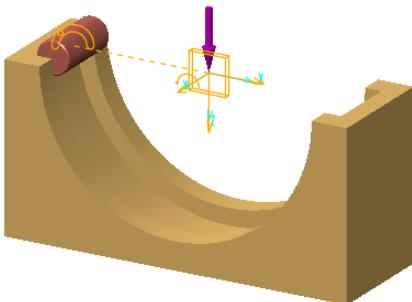

图 6.4.6 重力方向
(1) 选择命令。单击 **属性和条件** 区域中的“重力”按钮 ，系统弹出“重力”对话框。
(2) 设置重力方向。在 **方向** 区域中设置 X=0, Y=0, Z=1，分别按 Enter 键确认，此时重力方向如图 6.4.6 所示。
(3) 单击 **确定** 按钮，完成重力的设置。